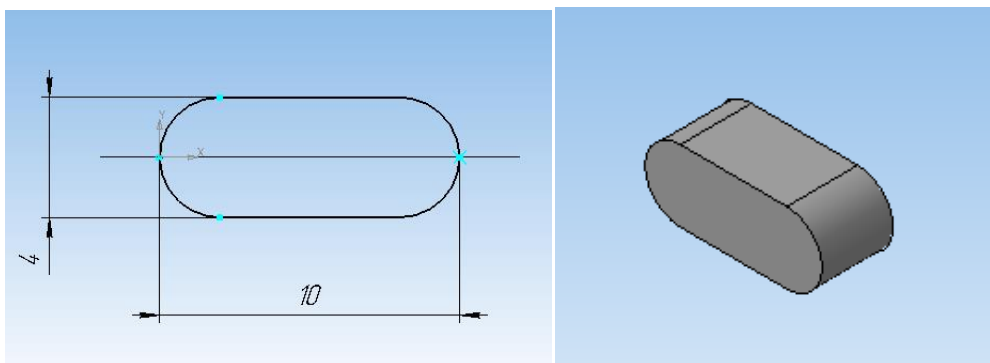

Рисунок 114.
3. Разружьте и отредактируйте эскиз, получив контур шпонки (рисунок 114).